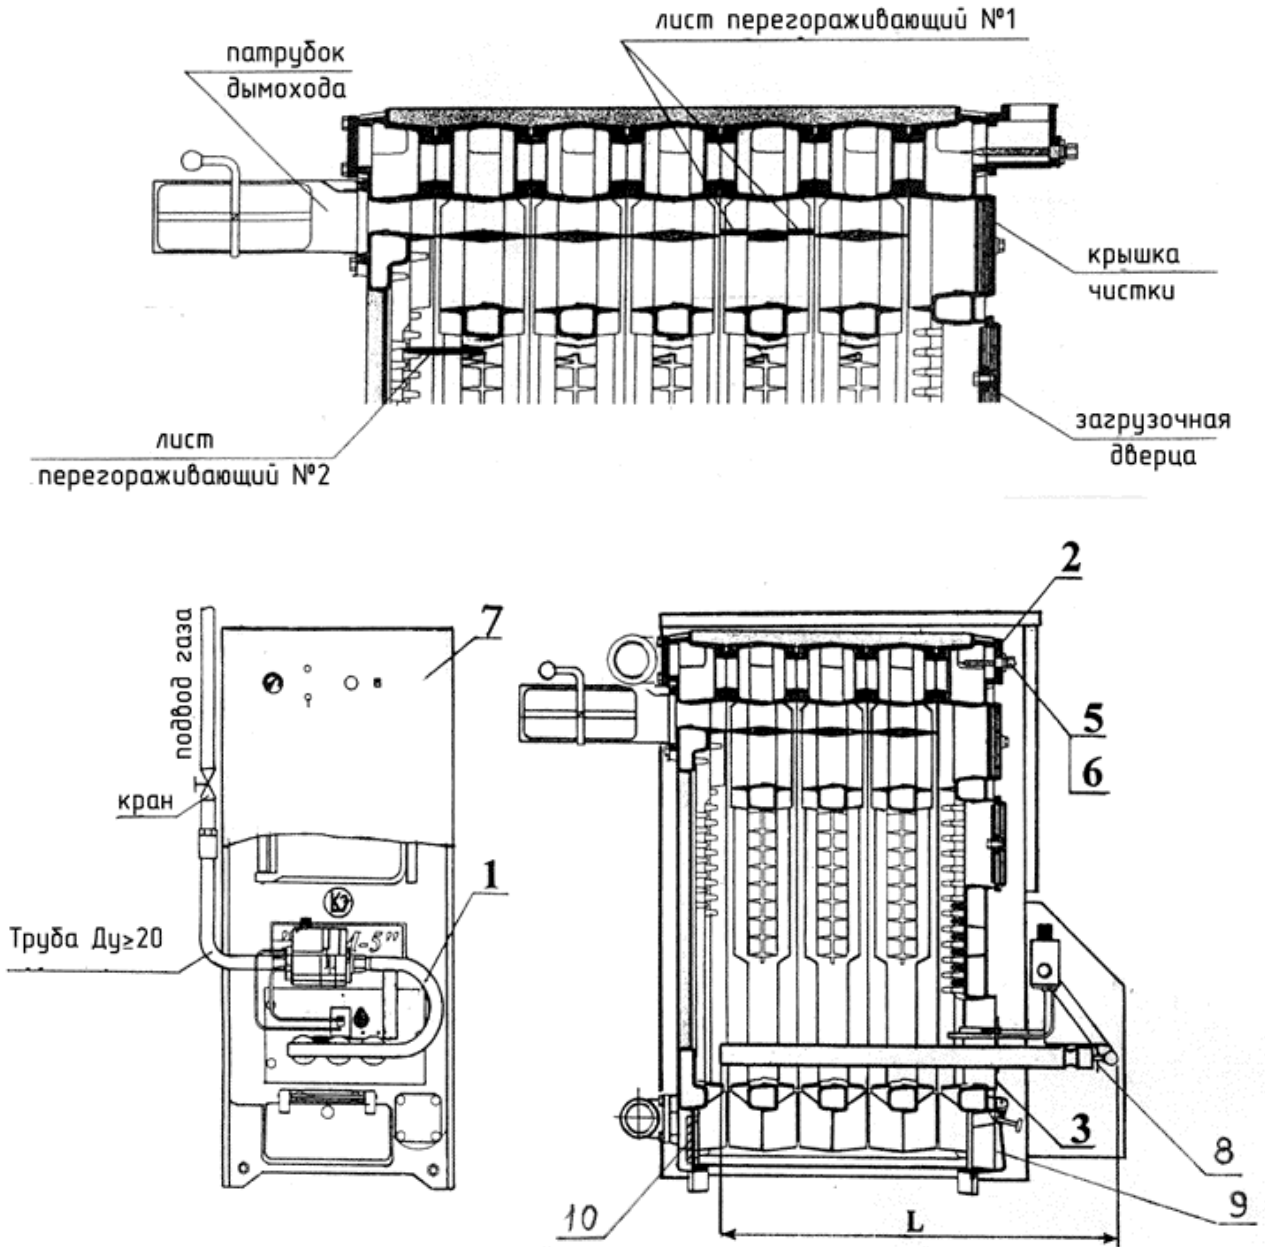

Рис. 2
- Закрепить устройство на котле 3-мя болтами М 10х16. Плоскость прилегания уплотнить асбестовым шнуром, см. рис.2.
6.10. Установка АГЧ «Контур -3» на котлы типа КЧМ-5-К приведена на рис.2.